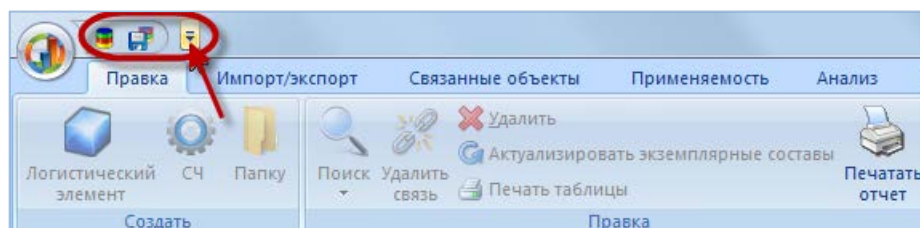
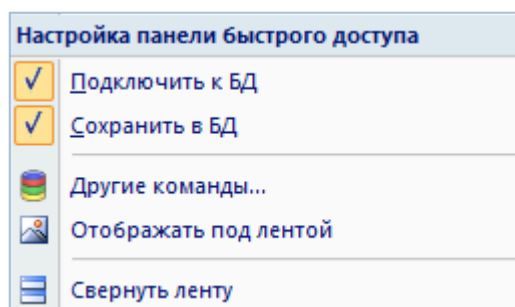

Рис. 5-4 – Панель быстрого доступа
Рис. 5-5 – Меню настройки панели быстрого доступа
Функции панели быстрого доступа находится на самой панели в выпадающем меню, которое появляется при нажатии на кнопку со стрелкой (рис. 5-4).
Панель быстрого доступа – это панель инструментов, на которую вынесены наиболее часто используемые команды, такие, как «Подключение к БД» и «Сохранение в БД» (рис. 5-4). Панель быстрого доступа является настраиваемой.
– левый верхний угол рядом с управляющей кнопкой – местоположение по умолчанию (рис. 5-4);
- 1) Нажать кнопку со стрелкой в правой части панели быстрого доступа (рис. 5-4), чтобы раскрыть меню «Настройка панели быстрого доступа» (рис. 5-5).
Команды «Подключить к БД» и «Сохранить в БД» можно убрать или добавить в панель быстрого доступа непосредственно из меню «Настройка панели быстрого доступа» (рис. 5-5). Для этого нужно снять или установить флаг перед этой командой в соответствующем пункте меню.